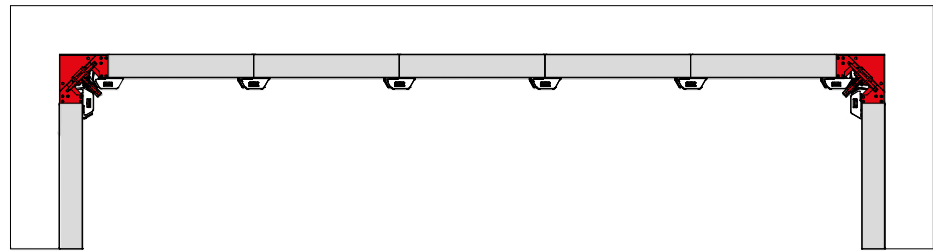

Abb. 51.1
1. Nach der Betonage AS-Schalschlösser an Ausschalecke entfernen (Abb. 51.1).